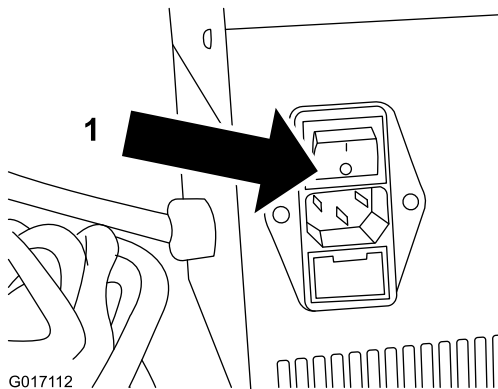

Figura 3
1. Asegúrese de que el cargador está apagado (Figura 3).
3. Desconecte el suministro eléctrico del eFlex (Figura 3).